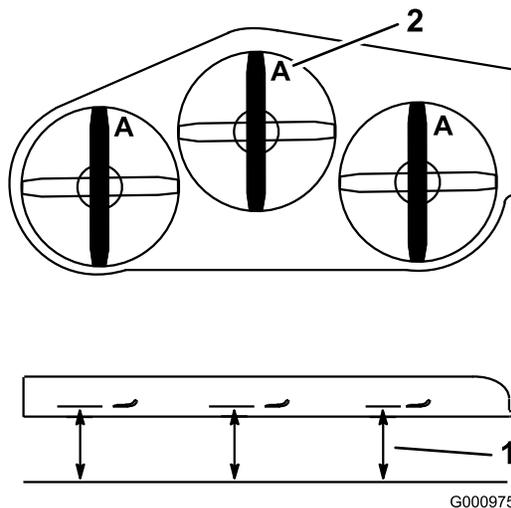

Figure 85
4. Mesurez la distance entre la surface plane et le tranchant (position A) des lames (Figure 85).